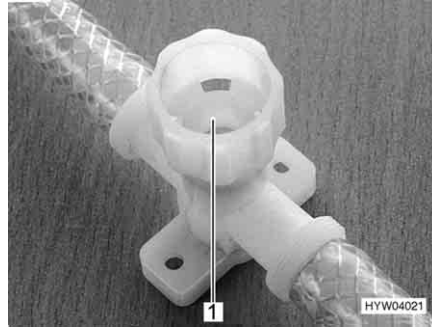

Bild 155 Avtappningskran för varmvattenaggregat
- Stäng alla avtappningskranar. Vrid då locken (Bild 155,1) medurs.
- Öppna alla avtappningskranarna till varmvattenaggregatet. Vrid då locken (Bild 155,1) moturs.